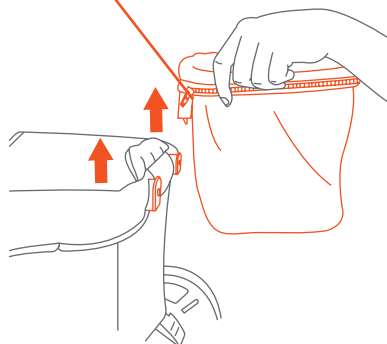

Fig. 12
- 12) • To detach:** Flip the basket over the wagon frame and locate the release latch. Pull the latch levers forward and lift up, until the basket comes off completely (Fig. 12).
• **Para desinstalar:** Voltea la canasta sobre el marco del vagón y localice el pestillo de liberación. Tire de las palancas del pestillo hacia adelante y levántelas, hasta que la canasta se retire por completo (Fig. 12).